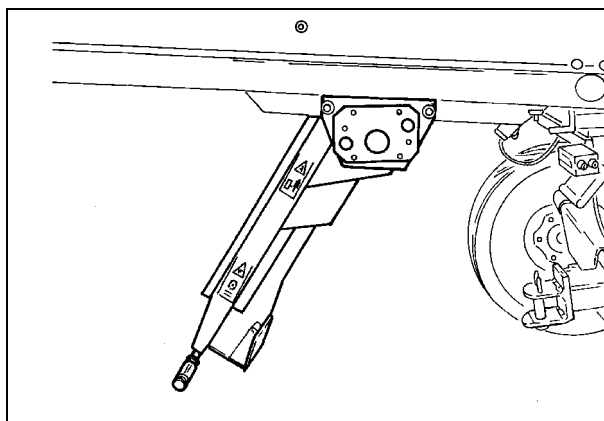

Рис. 37
- Заднее положение (Рис. 37), для проверки сит